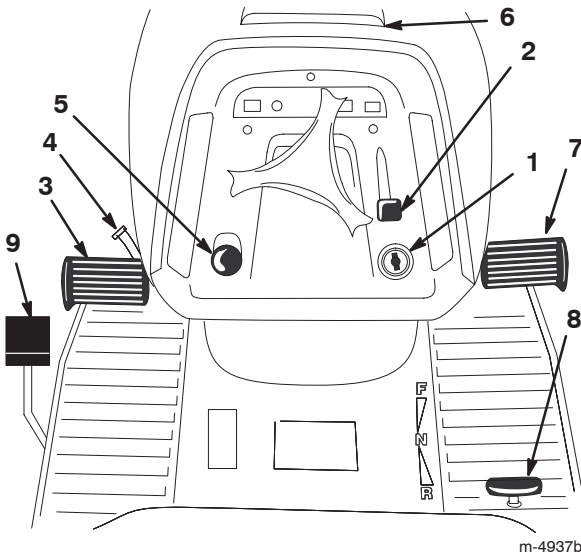

Figure 2
Avant de mettre le moteur en marche et d'utiliser le tracteur, familiarisez-vous avec toutes les commandes (Fig. 2).
1. Appuyez sur la pédale de frein (Fig. 2) et maintenez-la enfoncée.
2. Tournez le levier de frein de stationnement (Fig. 2) dans le sens anti-horaire et relâchez progressivement la pédale de frein.
1. Enfonchez la pédale de frein (Fig. 2).